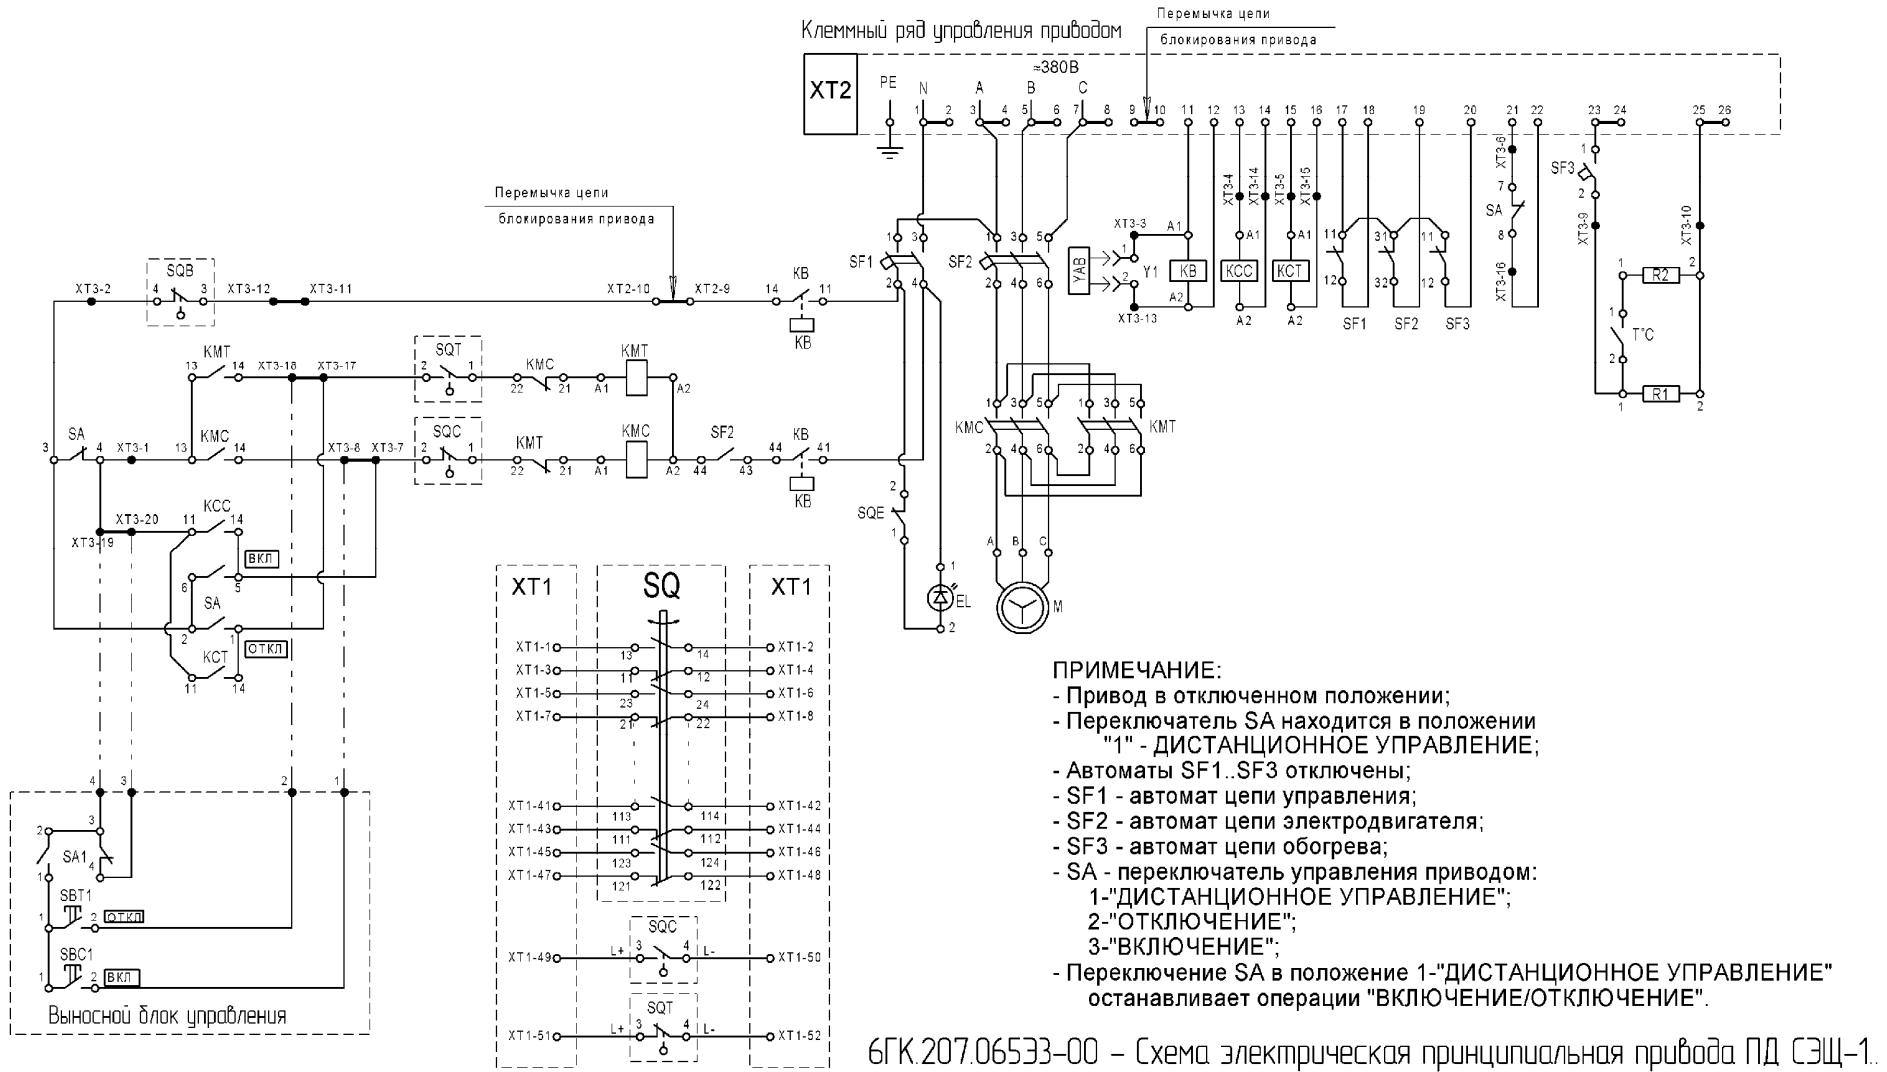

Рисунок 4 – Схема электрическая принципиальная привода ПД СЭЩ-1...
5.1 Электрическая схема привода рассчитана на подключение к трехфазной сети напряжением 380 В переменного тока (см. рисунок 4) и цепи напряжением 220 В постоянного тока (см. рисунок 5). При необходимости схема может быть переналажена для работы от трехфазной сети напряжением 230 В. Для этого необходимо: